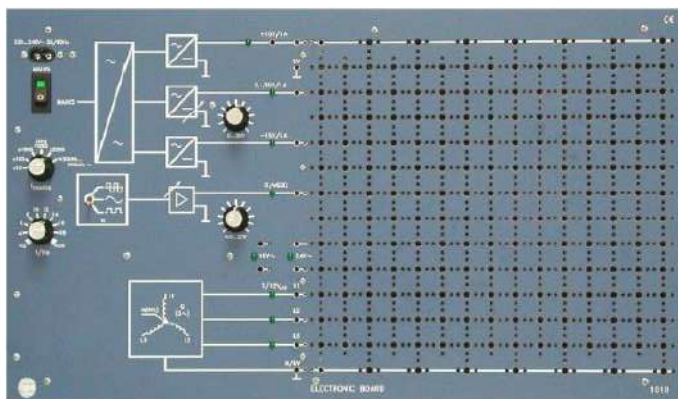

Рис.1 Лабораторный стенд
- Лабораторный стенд с источником питания постоянного тока (рис.1)